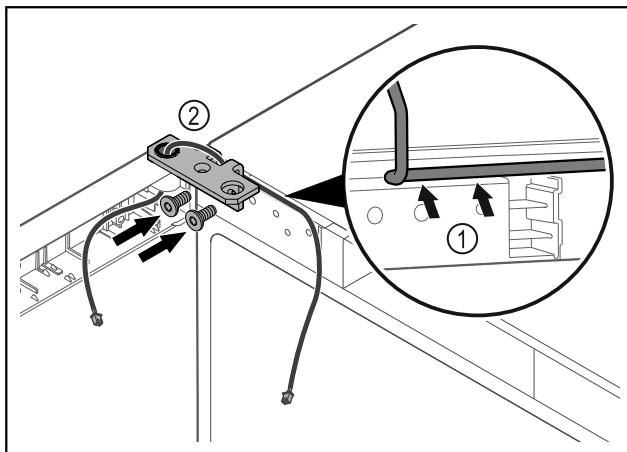

Fig. 37
- ▶ Kabel durch die Ausparung des Scharnierwinkels führen und vorsichtig verlegen Fig. 37 (1).
- ▶ Scharnierwinkel Fig. 37 (2) anschrauben.